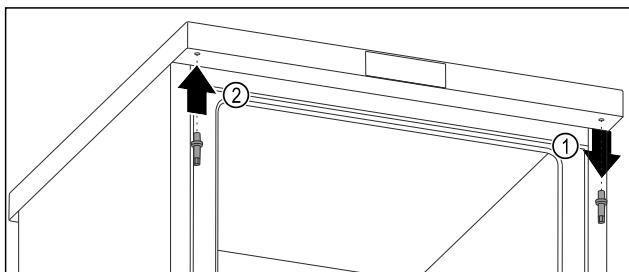

Fig. 14
- ▶ Desenroscar el perno superior con la llave Allen. Fig. 14 (1)
- ▶ Apretar el perno en el lado opuesto con la llave Allen. Fig. 14 (2)